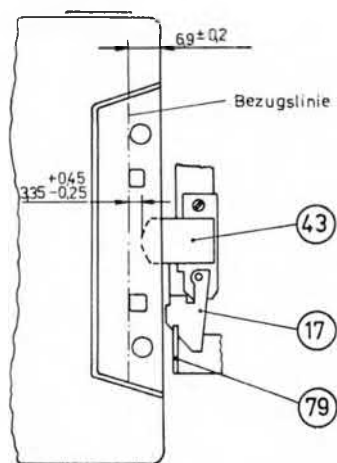

Bild 3.5.
3.2.15. Kontrolle der Eintauchtiefe des Magnetkopfes (Bild 3.5.)